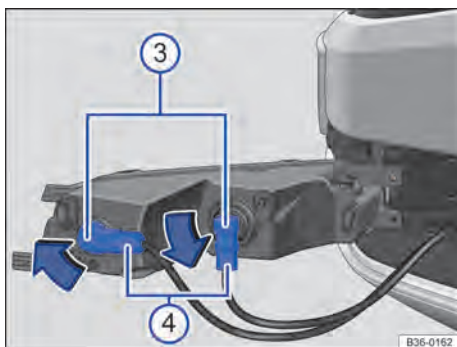

Fig. 235 Substituir a lâmpada incandescente do farol.
5. Retirar para frente o farol do para-choque → Fig. 235.
6. Destravar e retirar o conector → Fig. 235  da lâmpada incandescente queimada.
7. Para destravar a lâmpada incandescente → Fig. 235 , girá-la no sentido da seta e retirá-la do farol.
9. Introduzir a lâmpada incandescente → Fig. 235  no farol e girar até o batente no sentido contrário da seta → Fig. 235 para a posição original.
11. Encaixar o conector → Fig. 235  na lâmpada incandescente até ouvir que ela foi travada.